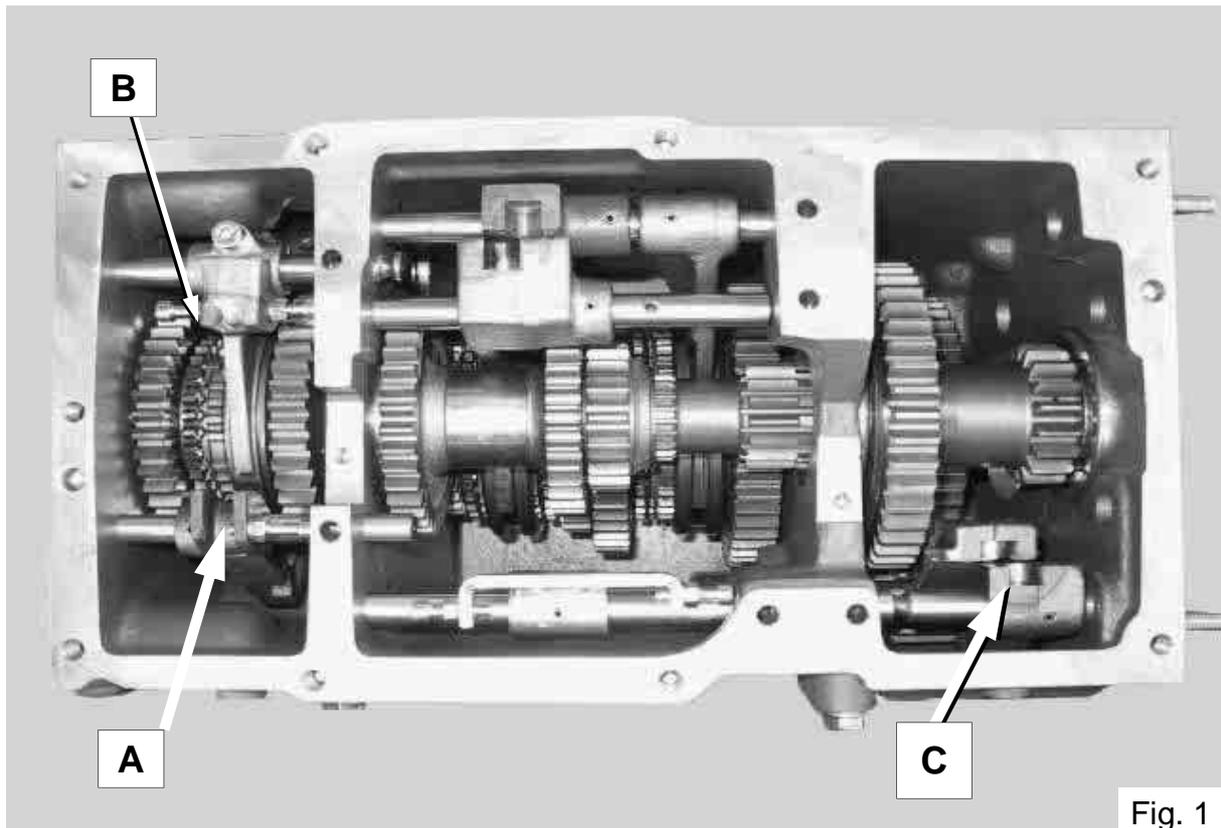

Fig. 1
La corsa libera del pedale deve risultare pari a 30 mm. La corsa totale del pedale è di 130 mm (fig. 1).
- Svitare la vite di registro 1 (fig. 1) per aumentare il gioco libero della leva, avvitare per diminuirlo.
Facendo riferimento alla (fig. 1), i selettori indicati con la lettera **C** si trovano collocati come in figura per le macchine a leve laterali. (leva del riduttore vicino al parafango posteriore sx e leva del cambio sotto il cofano fisso).
L'ingranaggio Z 29 di (fig. 2) viene comandato dalla forcella **A** di (fig. 1) e quando è in posizione 5 è selezionato l'inversore, mentre quando è in posizione 3 è selezionato il -20%.
La forcella **B** di (fig. 1) comanda la selezione o del -20% o dell'inversore a seconda della posizione della forcella **A**.